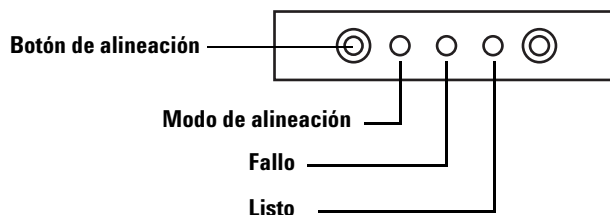

Figura 78 Alineación de la bandeja de muestras
- 1 Utilice un objeto largo y estrecho (como la punta de un bolígrafo) para presionar el botón de alineación, de difícil acceso, situado a la izquierda de los indicadores luminosos. Evite el contacto con todo lo que haya detrás o alrededor del botón en el interior en el orificio (Figura 78).